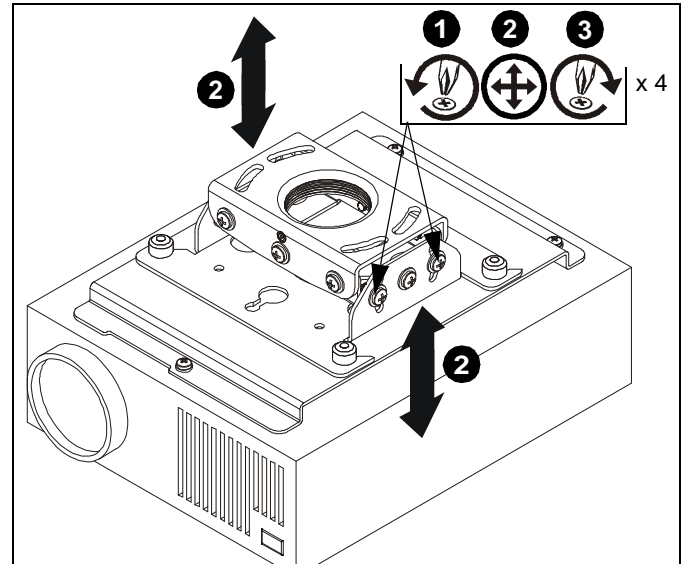

Figure 9
- Régalez l'angle du projecteur pour obtenir l'inclinaison souhaitée. (Voir la Figure 9)